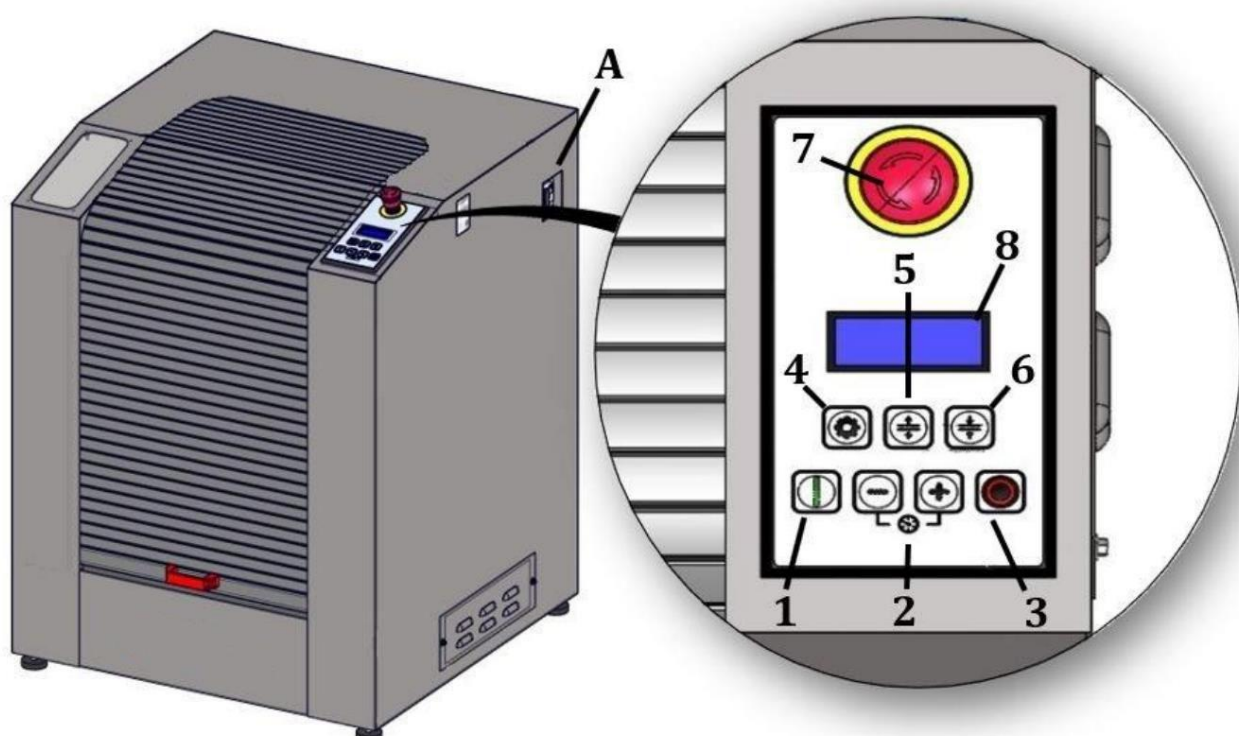

Figure 16: Panneau de commande
Sur le panneau de commande se trouvent l'interrupteur général I/O positionné sur le côté de la machine (A) et le bouton coup-de-poing d'urgence (7), ainsi que toutes les touches nécessaires pour le fonctionnement de cette dernière (Figure 16).